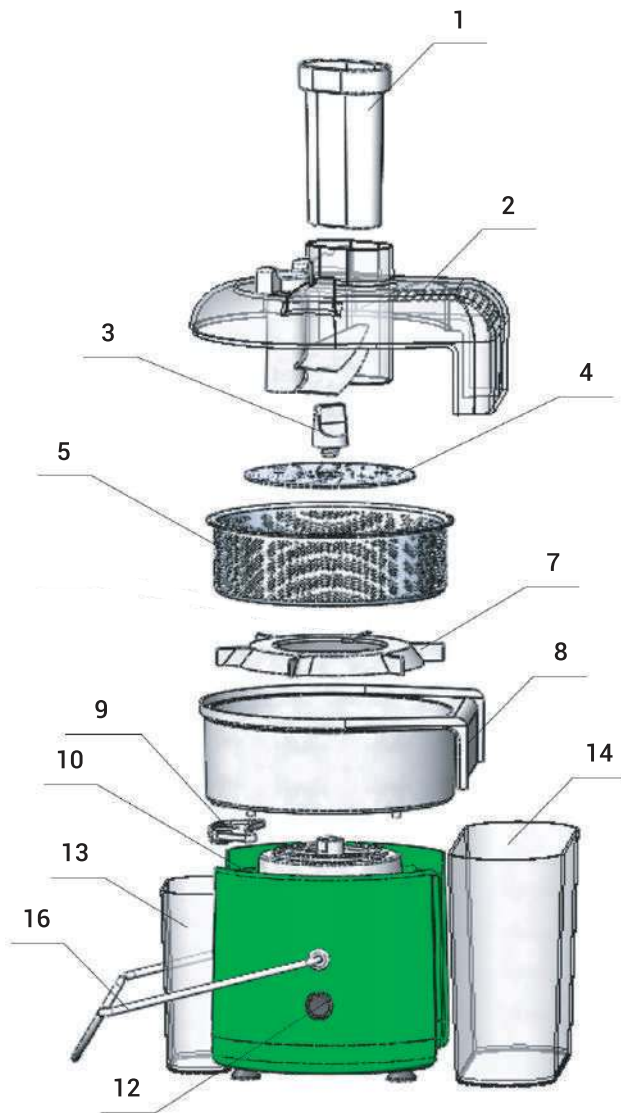

Рис. 1
- 5.2** Получение сока осуществляется путем измельчения продукта диском **4**. Измельченные продукты отбрасываются на стенку барабана. Сок через сетку попадает в корпус и через сокосливник **9** стекает в приемную ёмкость **13**. (рис.1)